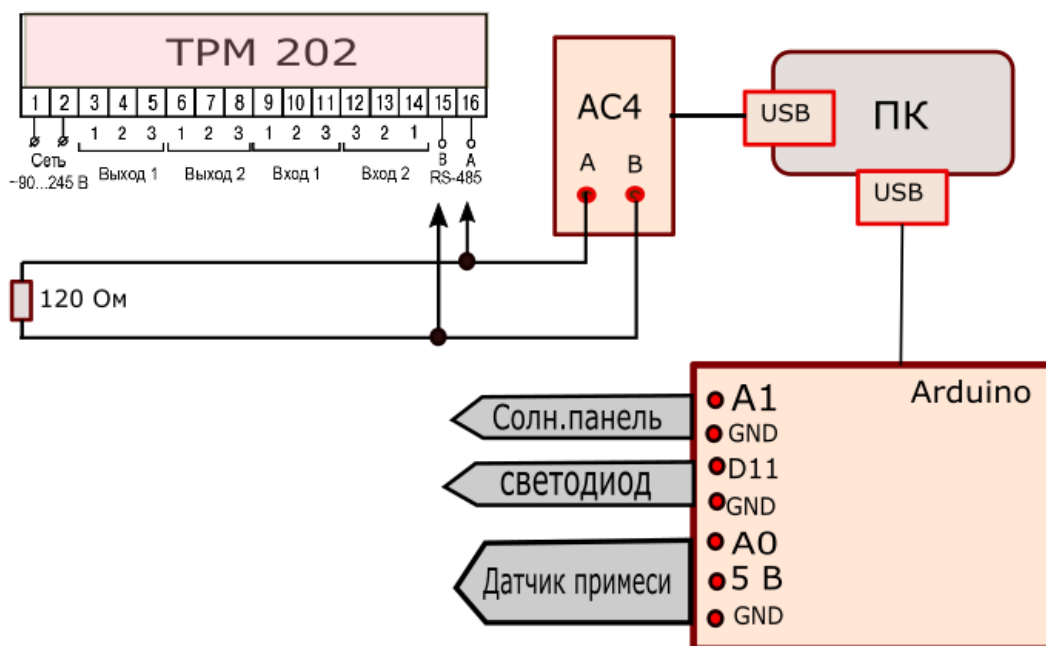

Рис.15. Схема подключения внешних устройств к компьютеру
1. Собрать схему представленную на рис.15. Подключение устройств произвести согласно табл.1.